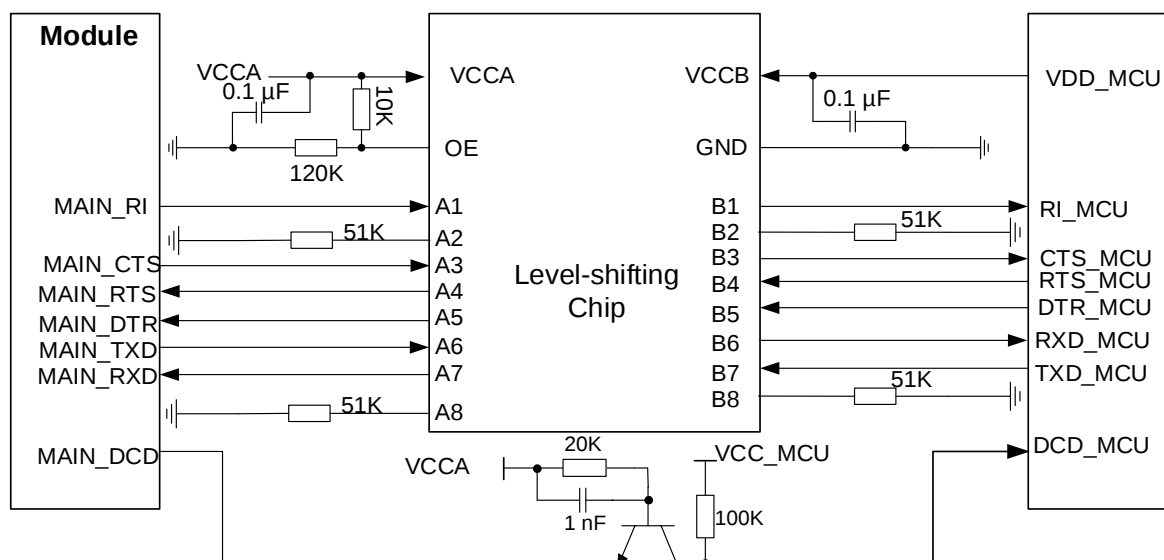
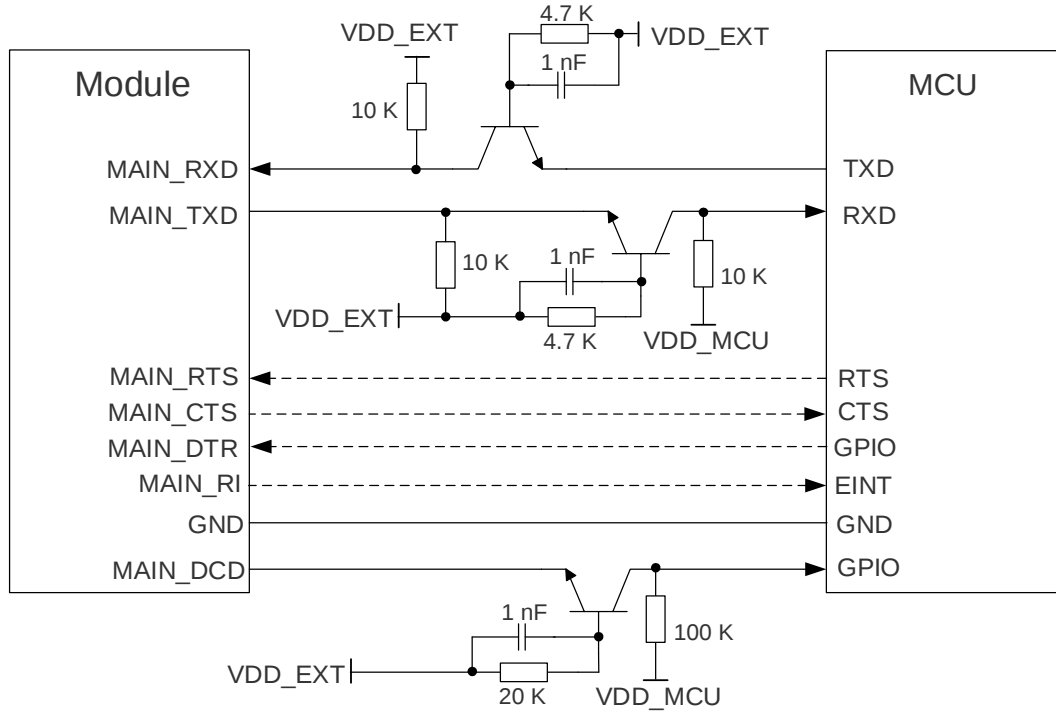

图 21: 电平转换芯片参考电路（主 UART）
图 22: 晶体管电平转换电路参考设计图（主 UART）
2. 建议单独使用三极管转换电路对 MAIN\_DCD 信号进行控制，电阻选择 20 kΩ 与 100 kΩ（如图 21 所示），否则会出现信号电平无法被拉低的情况。
3. 电平转换参考电路（图 21 和图 22）以主 UART 为例，调试 UART 的电平转换电路与主 UART 连接方式相同。